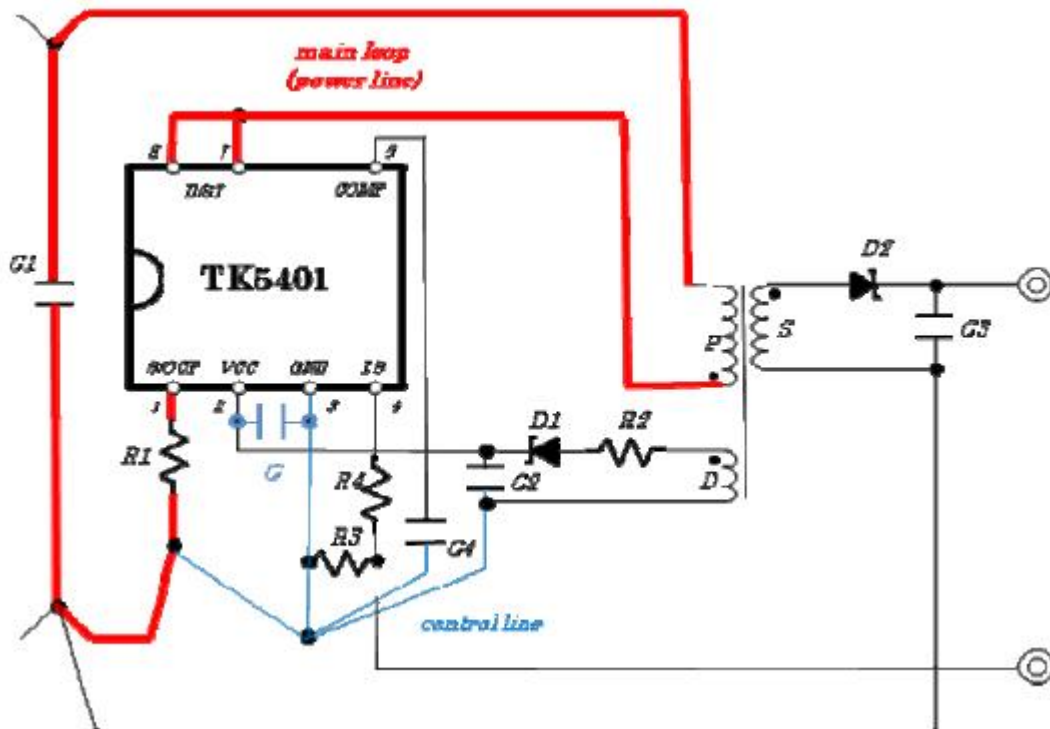

图 12 连接模式示例
(1) 如图 12 所示，请将 IC 的 S/CCP 端和 D/ST 端的线布为尽量短而粗的箕形纹以利于开关电流。
(2) 请将 IC 的 Vcc 端的线布得尽量短而粗，当 IC 和 C2 的距离远时请务必在 Vcc 和 GND 间放置一个 $50V/0.1\mu F$ 的电容。
(3) 建议漏极采用较大的空间以利于散热。
(4) 请将 IC 的 S/CCP 端和电流采样电阻 R1 间的线布为尽量短而粗。另外请将电源的 GND 和控制端的 GND 用其它图案完全隔离。